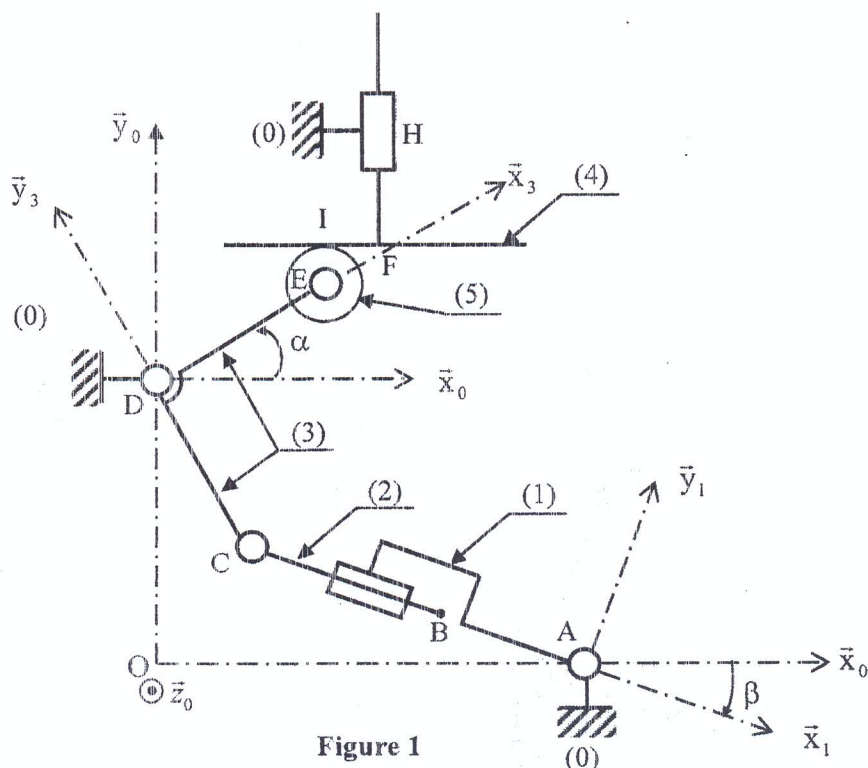

Figure 1
Le mécanisme de la figure 1 représente une partie d'un manipulateur utilisé sur une machine-outil. Ce manipulateur assure l'alimentation en pièces à usiner et l'évacuation des pièces finies et ce, à l'aide du déplacement du coulisseau (4). Le mécanisme étudié permet l'obtention du déplacement de ce coulisseau suite au mouvement du vérin (1+2).